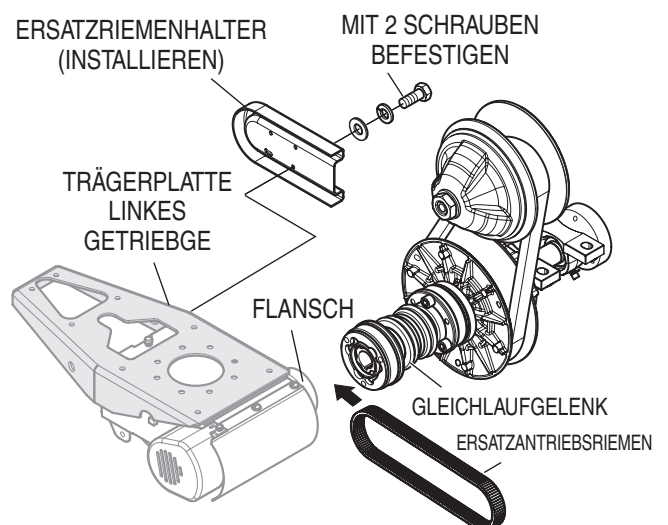

Abb. 22. Einführen des Ersatzantriebsriemens
- Den neuen Ersatzantriebsriemen mit dem Halter (Abb. 22) am linken Getriebe befestigen. Den Ersatzriemenhalter mit den beiden zugehörigen Schrauben an der Trägerplatte des linken Getriebes befestigen.